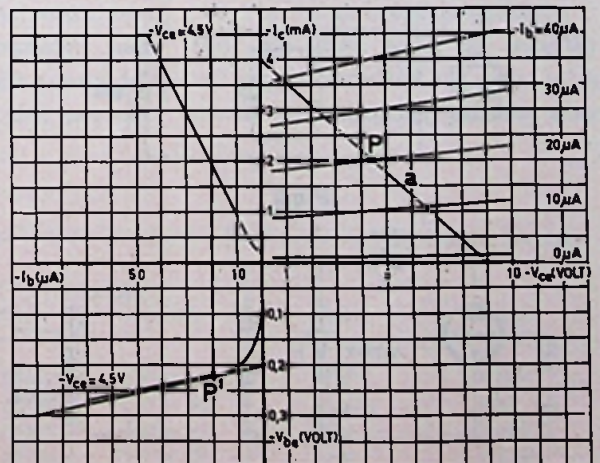

Fig.7
- a. De belastingslijn is in fig. 7 met *a* aangegeven. Hij loopt door het punt $-V_{ce} = 9$ volt en heeft een helling die correspondeert met $2,25 \text{ k}\Omega$. Omdat de basis-emitterspanning klein is t.o.v. 9 volt, is de basisstroom $9/450 = 20 \times 10^{-3} \text{ mA} = 20 \mu A$. Het werkpunt is dus het punt P.